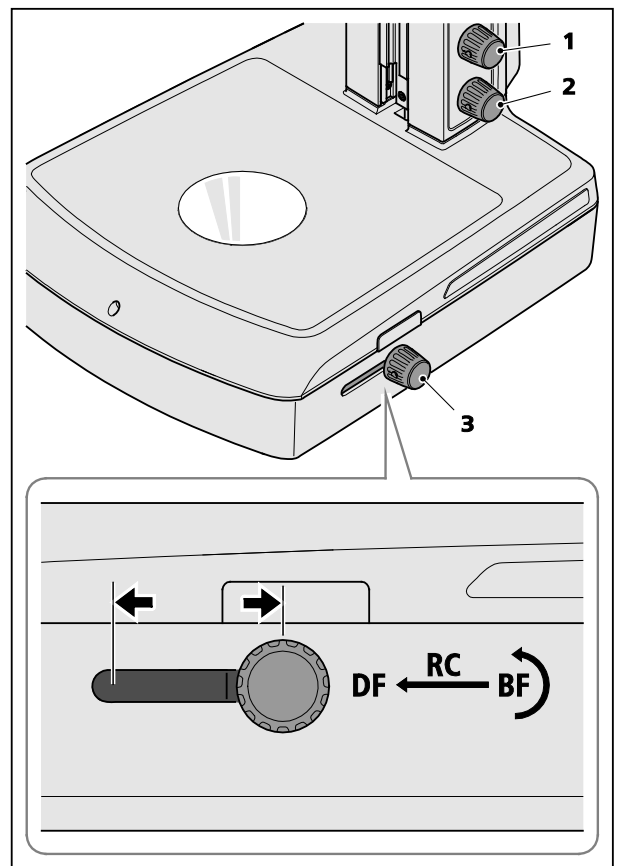

Figura 5 Utilizzo dell'illuminazione con luce trasmessa
- Accendere l'illuminazione con luce trasmessa premendo sulla manopola inferiore (Figura 5/2) e ruotarla per regolare l'intensità della luce.
- Per impostare l'illuminazione con luce trasmessa su campo chiaro, spingere la manopola/pulsante (Figura 5/3) verso la posizione posteriore (BF). Quindi ruotare la manopola per cambiare l'angolo di inclinazione dello specchio girevole fino a quando l'oggetto non viene illuminato dal basso.
- Per impostare l'illuminazione laterale con luce trasmessa su campo scuro, spingere il pulsante (Figura 5/3) verso la posizione anteriore (DF).
Portando la manopola/pulsante (Figura 5/3) in posizione centrale (RC) e ribaltando lo specchio si ottiene un'illuminazione obliqua che rende visibili le strutture degli oggetti non colorati nel contrasto dei rilievi.
Premendo/ruotando la manopola superiore dell'illuminazione (Figura 5/1) si può aggiungere luce diretta variabile alla luce trasmessa impostata.